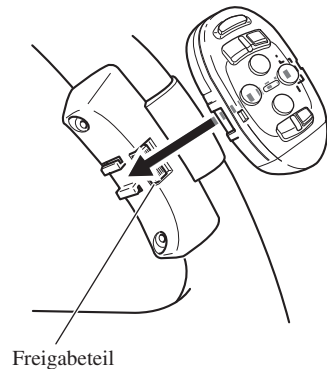

Abb. 13
4. Die Fernbedienung in den Halter einsetzen. (Abb. 13)